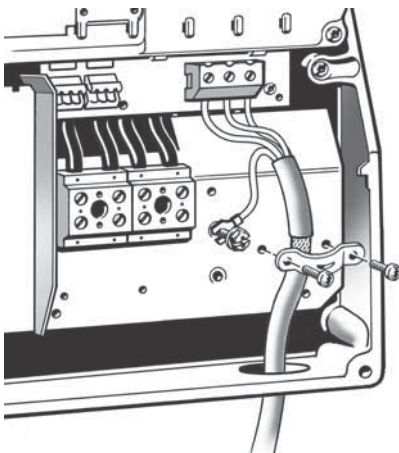

Fig. 15 Conexión de motor, B1 y B2
1. Conecte el conductor de tierra al terminal 99 (PE). Véase la fig. 15.
2. Conecte los conductores del motor a los terminales 96 (U), 97 (V), 98 (W).